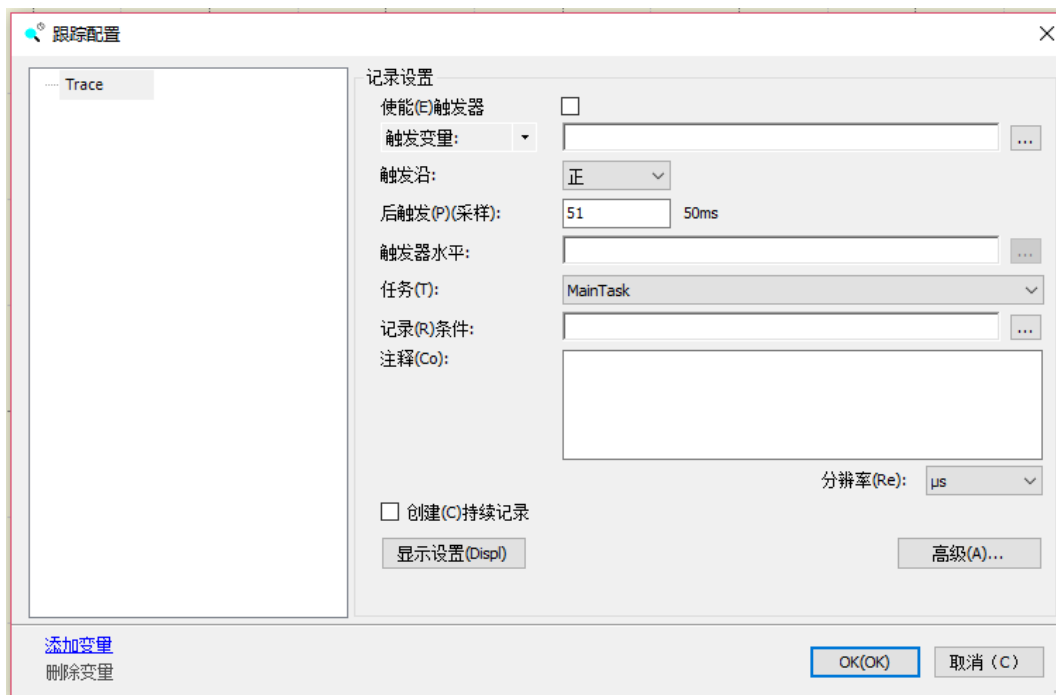

图 5.53 跟踪配置对话框
- 在跟踪曲线界面的右上角，点击“配置”，弹出对话框如图 5.53 所示。将其中的“任务”选“Main Task”。